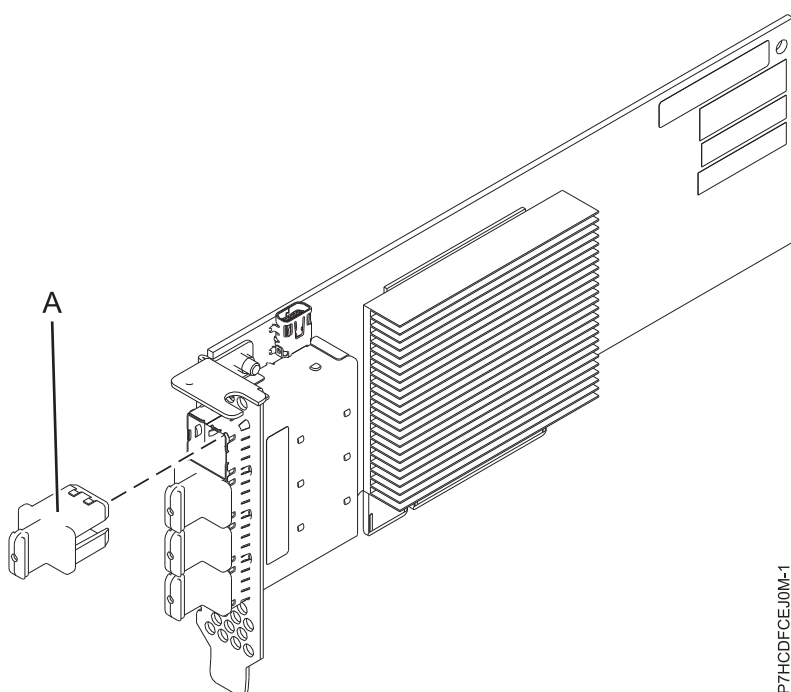

Figure 124. Carte PCIe3 LP 4 ports SAS x8
La carte PCIe3 LP 4 ports SAS x8 est une carte PCI Express (PCIe) de troisième génération, SAS RAID, courte et à faible encombrement. Elle est destinée aux applications SAS (Serial Attached SCSI) hautes performances et haute densité. Elle prend en charge le raccordement d'unité de bande ou DVD SAS à l'aide de quatre connecteurs mini-SAS HD (haute densité) x4 qui permettent d'utiliser les liaisons physiques dans différentes configurations étroites et larges de ports. Le raccordement de bande magnétique n'est pris en charge qu'avec une configuration de carte unique et ne peut pas être combiné avec un disque SAS sur la même carte. La carte ne dispose pas d'un cache en écriture. La figure 124, à la page 362 illustre la carte PCIe3 LP 4 ports SAS x8.
La figure 124 représente la carte. Le capuchon du connecteur (A) est installé dans un port vide et empêche que ce port ne soit endommagé lorsqu'un câble d'un connecteur de port adjacent est branché ou retiré.